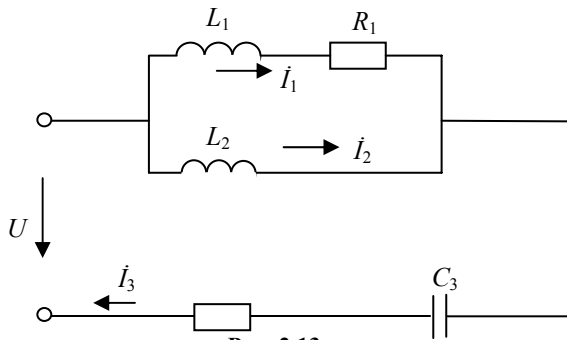

Рис. 2.13
2.1.15. В цепи изображенной на рис. 2.13, известны следующие параметры:  $U = 228\sin 1000t$  В,  $R_1 = 17,3$  Ом,  $L_1 = 10$  мГн,  $L_2 = 20$  мГн,  $R_3 = 5,77$  Ом,  $C_3 = 100$  мкФ. Определить комплексные токи во всех ветвях, построить векторную диаграмму токов.